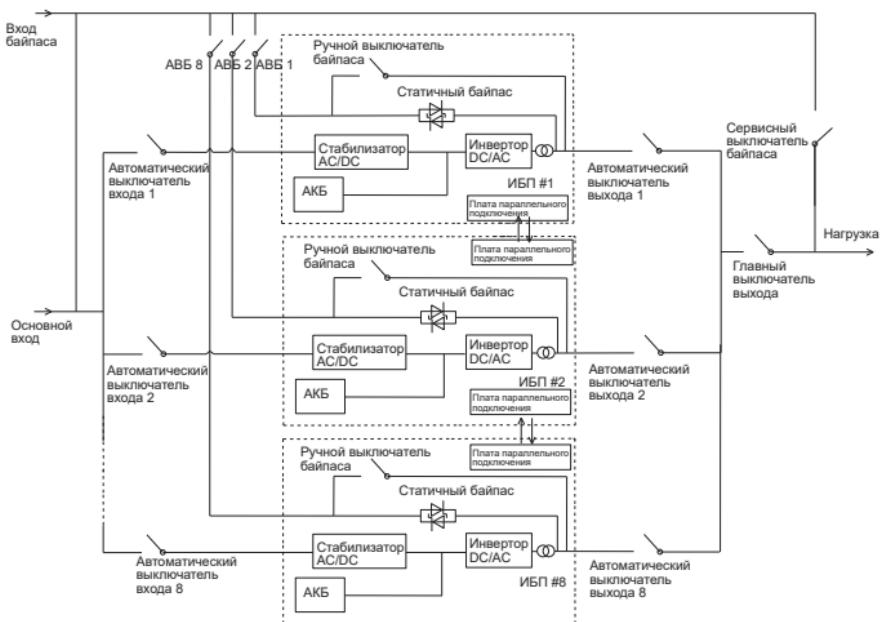

Рисунок 27 – Схема параллельного подключения ИБП с двойным входом
9.1.2 Схема параллельного подключения ИБП с двойным входом приведена на рисунок 27.